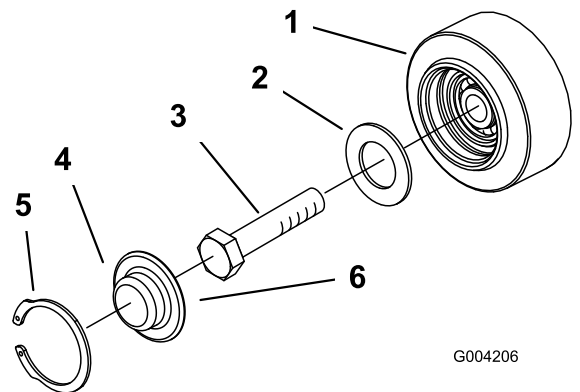

Bild 49
3. Nehmen Sie den Sprengring und die Kappe vom Straßentrads ab (Bild 49).
4. Prüfen Sie das Schmiermittel unter der Kappe und um die Dichtung (Bild 49). Wenn es schmutzig, körnig oder verbraucht ist, entfernen Sie das gesamte Schmiermittel, wechseln Sie die Dichtung aus und fügen Sie neues Schmiermittel hinzu.
6. Setzen Sie die eingefettete Straßentradschraube auf den Schraubenkopf (Bild 49).
7. Befestigen Sie die Straßentradschraube mit dem Sprengring (Bild 49).